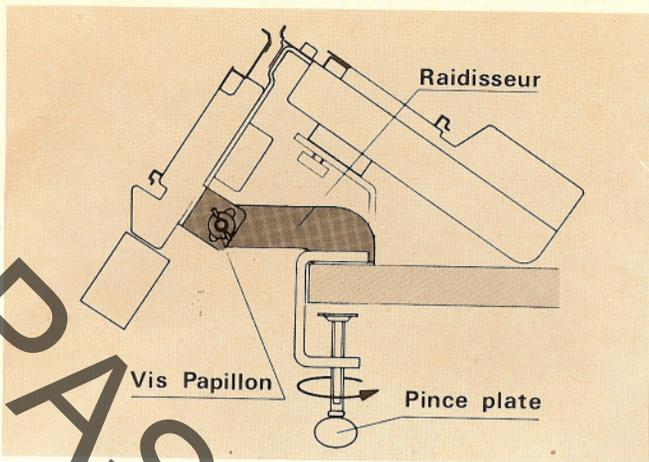

Fig. 13
- Fixer les raidisseurs à la table avec les pinces plates fournies dans la machine principale (fig. 13).